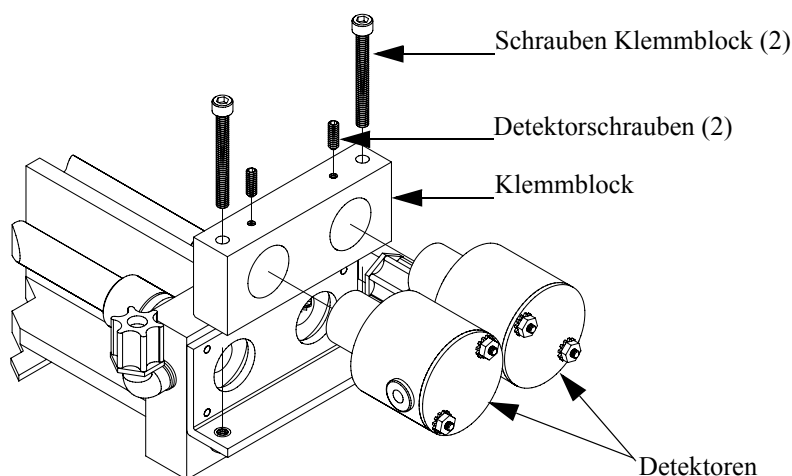

Abb. 7-12. Detektoren tauschen
3. Die beiden Schrauben, mit denen der Detektor-Klemmblock an der optischen Messbank befestigt ist, lösen und Klemmblock mit Detektoren entfernen (Abb. 7-12).